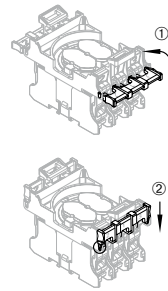

図4
4. 接点押さえを閉じて、下へ押して下さい。(図4参照) : 左右の接点押さえは90°に上げられ、その後、ラッチするまで下に押して下さい。それにより、接点工元素は、接点キャリアに確実に実り付けられます。